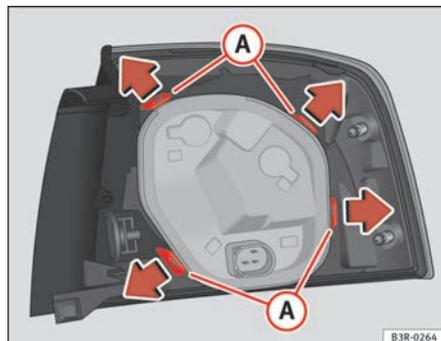

Fig. 221 Lengüetas de fijación en la parte posterior de la unidad de luz trasera
- Desbloquee las lengüetas de fijación **A** ⇒ fig. 221.